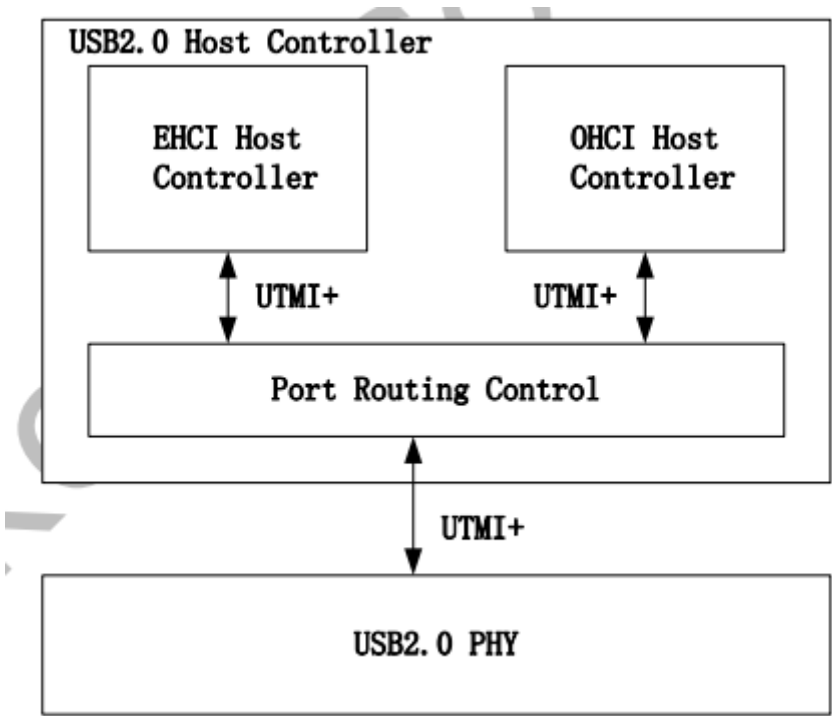

图 1-1 USB 2.0 Host 控制器框图
- 1. 支持高速 (480Mbps)，全速 (12Mbps) 和低速 (1.5Mbps)，USB 2.0 Host 控制器的框图如下图 1-1 所示。